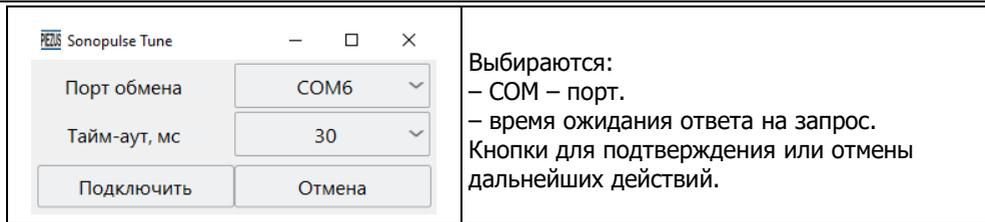

Рисунок 2.1 – Диалоговая форма выбора параметров связи.
1) включить ПК и запустить программу «Sonopulse Tune», – откроется экранная форма установки параметров связи (**рисунок 2.1**);